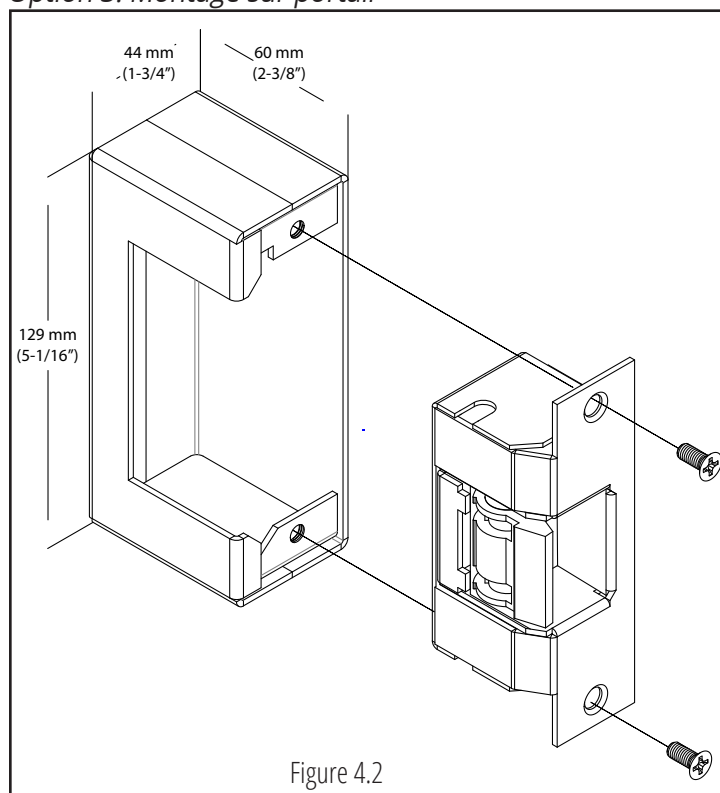

Figure 4.2
11. Fixez la gâche à l'intérieur de la boîte à l'aide des vis à métaux fournies #12 - 24 x 1/2" (voir la figure 4.2).